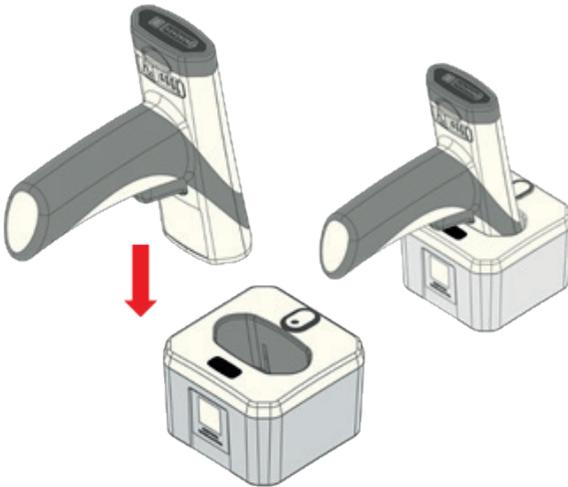

Abbildung 9 Aufladen des Lesegeräts in der Ladestation
- Um den im Lesegerät installierten Akku aufzuladen, legen Sie das Lesegerät mit dem Scanfenster nach unten in die Ladestation (Abbildung 9). Das Lesegerät gibt ein akustisches Signal ab, wenn es ausgeschaltet ist und sich wieder einschaltet, und ein weiteres Signal, wenn das Lesegerät mit dem Ladegerät gekoppelt wurde und sich erneut verbindet. Die Ladeanzeige-LEDs am Akku blinken in Intervallen von 4 Sekunden an und 1 Sekunde aus. Sobald der Akku vollständig geladen ist, leuchten die Ladeanzeige-LEDs dauerhaft. Die Ladezeit des Akkus kann abweichen, wenn das induktive Ladegerät an einen USB-Anschluss am PC angeschlossen ist.